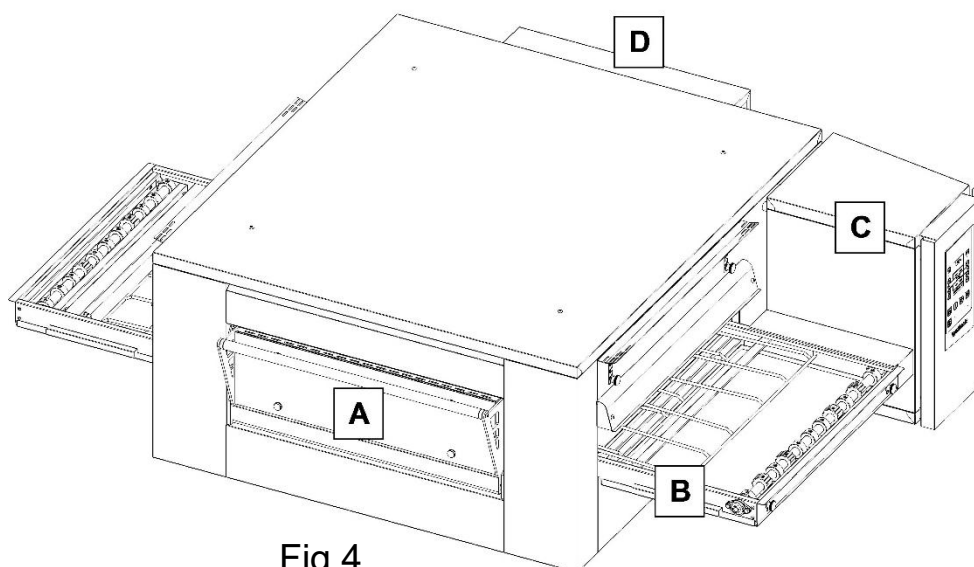

Fig.4
Nel caso in cui il forno sia dotato di portina (Fig.4 zona A), verificarne lo stato di chiusura e funzionamento.
Eseguire il controllo della tensione della rete (Fig.4 zona B), l'usura e l'allineamento della stessa, procedendo se necessario alla regolazione per mezzo del tendi rete posto all'ingresso del forno.
All'interno del quadro comandi (Fig.4 zona C), dove sono collocate le componenti elettriche, si possono accumulare polvere, farina e sporco in genere. A tal proposito è consigliabile eseguire il controllo e la pulizia
- nella zona del motore di ventilazione (Fig.4 zona D), il controllo e la pulizia dei motori;